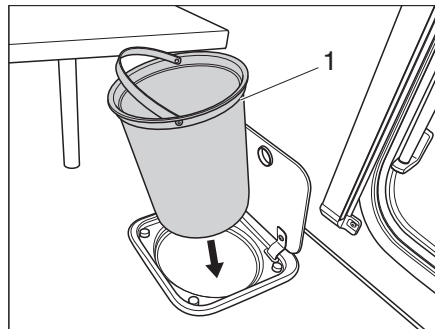

Fig. 151 Poubelle de la cuisine
- Retirer la poubelle (Fig. 151,1) par l'anse et la vider conformément aux prescriptions en vigueur.